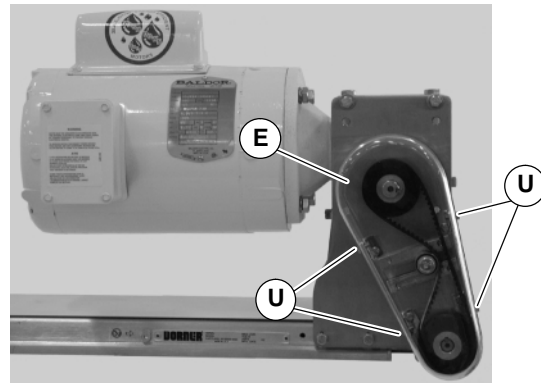

Abbildung 9
8. Abdeckung (E siehe Abbildung 9) mit Schrauben befestigen (U). Die Schrauben mit 4 Nm festziehen.